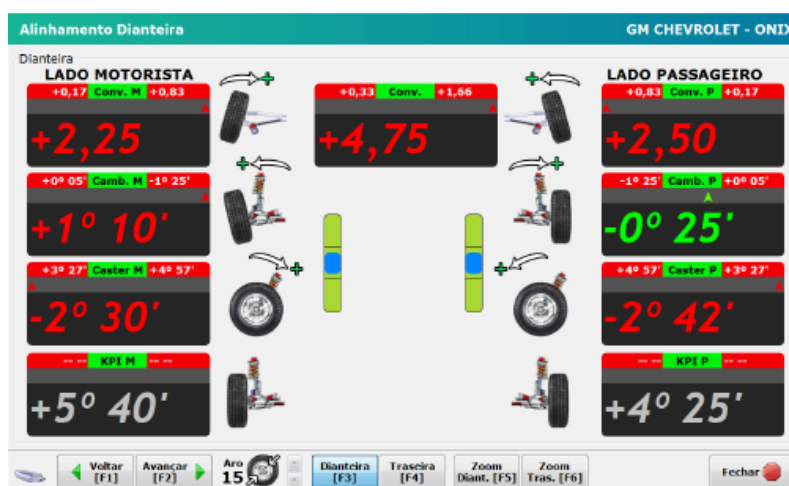
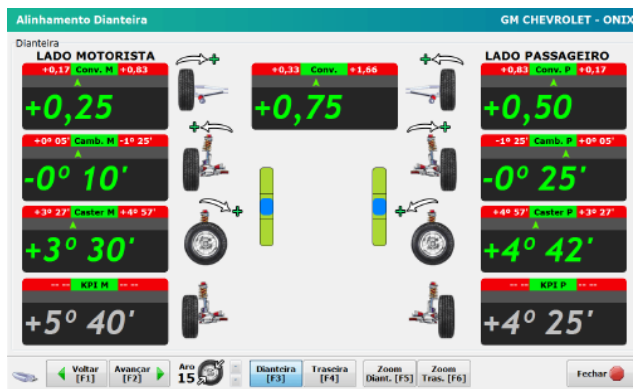

Figura 6 - Leitura final
Figura 7 - Leitura final ok
Após realizar todos os passos acima de leitura inicial do veículo clique em Avançar [F2] na tela de alinhamento do Softeck FC. Figura 6.
Nessa tela do Softeck FC as medidas iniciais do veículo agora serão comparadas com as medidas de fábrica do veículo. Figura 6 e Figura 7.
- [F3] Tela de ajuste Alinhamento Dianteiro. **Figura 6** e **Figura 7**.